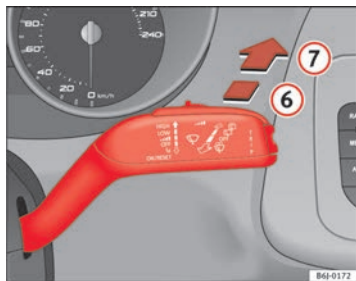

Abb. 61 Scheibenwischer- und Scheibenwaschhebel: Heckscheibenwischer
- Drücken Sie den Hebel nach vorne in Raste **6** ⇒ Abb. 61. Der Wischer arbeitet etwa alle 6 Sekunden.
- Drücken Sie den Hebel ganz nach vorne in die Position **7** ⇒ Abb. 61. Die Waschanlage und der Scheibenwischer arbeiten gleichzeitig. Solange Sie den Hebel in dieser Position halten, arbeiten der Heckwischer und die Waschanlage.